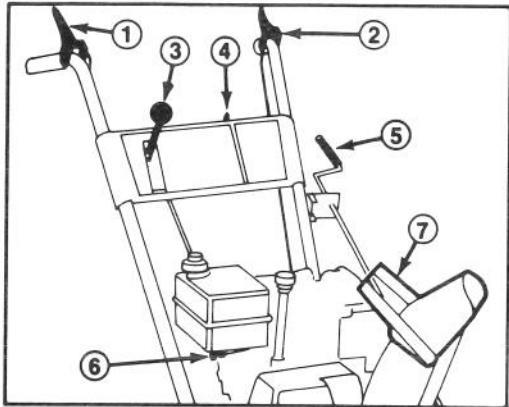

Figure 13
Commande de tarière (Fig. 13) — Cette commande a deux positions: EMBRAYÉE (Engage) et DÉBRAYÉE (Disengage). Pour embrayer la tarière et le rotor, comprimez le levier contre la poignée du mancheron droit. Pour débrayer, relâchez le levier.
Commande de traction (Fig. 13) — Pour ob-
Sélecteur de vitesse (Fig. 13) — Cette commande a quatre positions: marche arrière, 1, 2 et 3 (trois vitesses avant). Pour changer de vitesse, placez le levier à la position désirée. Le
Clé d'allumage (Fig 13) — La clé d'allumage a deux positions: MARCHE (on) et ARRÊT (off). Mettez la clé en position MARCHE (on) avant de mettre le moteur en marche à l'aide du démarreur à rappel. Pour arrêter le moteur, mettez la clé en position ARRÊT (off).
Robinet d'arrêt d'essence (Fig. 13) — Ce robinet se trouve sous le réservoir d'essence. Fermez le robinet pour arrêter l'arrivée d'essence au carburateur et rouvrez-le pour rétablir l'alimentation. Fermez le robinet quand la déneigeuse ne sert pas.
Commande d'éjecteur (Fig. 13) — Tournez la manivelle de commande de l'éjecteur à droite pour orienter l'éjecteur vers la gauche et tournez la manivelle vers la gauche pour orienter l'éjecteur vers la droite.
Manette du déviateur (Fig. 13) — La manette du déviateur se trouve sur le dessus de l'éjecteur et sert à régler la hauteur du jet de neige.
3. Ouvrez le robinet d'arrêt d'essence sous le réservoir d'essence (Fig. 13).
5. Tournez la clé d'allumage en position de MARCHE (Fig. 13).